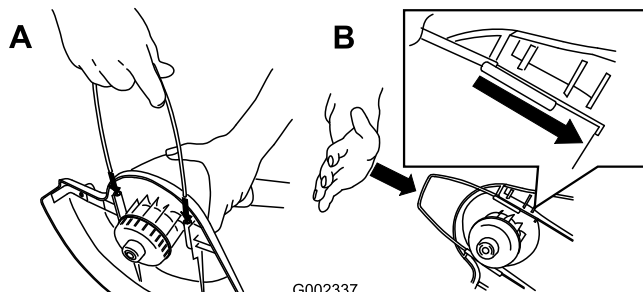

Figura 3
4. Instale la guía de alambre (Figura 3) (modelo 51348 solamente).